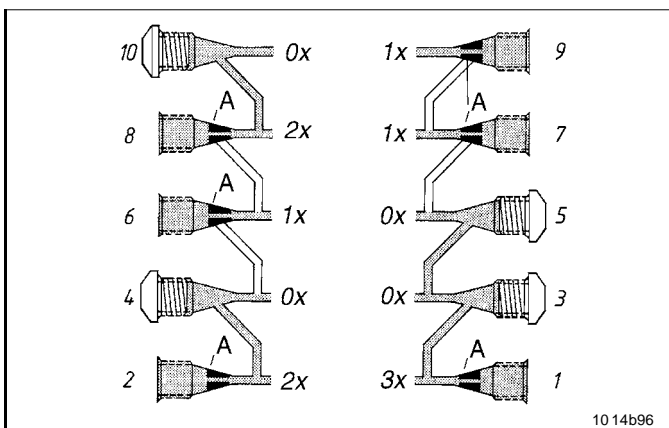

Fig. 29 Quantità di erogazione semplice, doppia e tripla
- Come mostra la fig. 29 g, l'uscita 10 è stata chiusa. La dose di lubrificante mandata in quel punto lascia il distributore attraverso il foro di uscita 8.
- In caso di dose tripla di lubrificante (all'uscita 1), chiudere i fori d'uscita al di sopra del foro di prelievamento, vedi uscite 3 e 5 alla fig. 29.